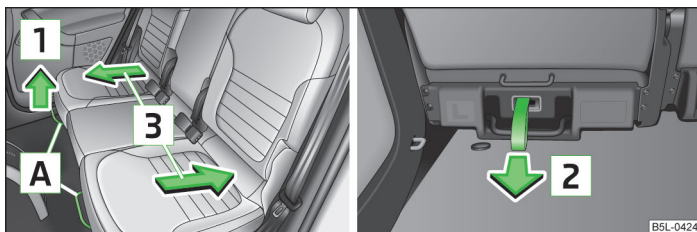

Fig. 50 Sbloccaggio anteriore / posteriore
- Tirare la leva **A** » fig. 50 verso l'alto, nella direzione indicata dalla freccia **1**, oppure tirare il tirante di sbloccaggio nella direzione indicata dalla freccia **2** e spingere il sedile nella posizione desiderata, nella direzione indicata dalla freccia **3**.